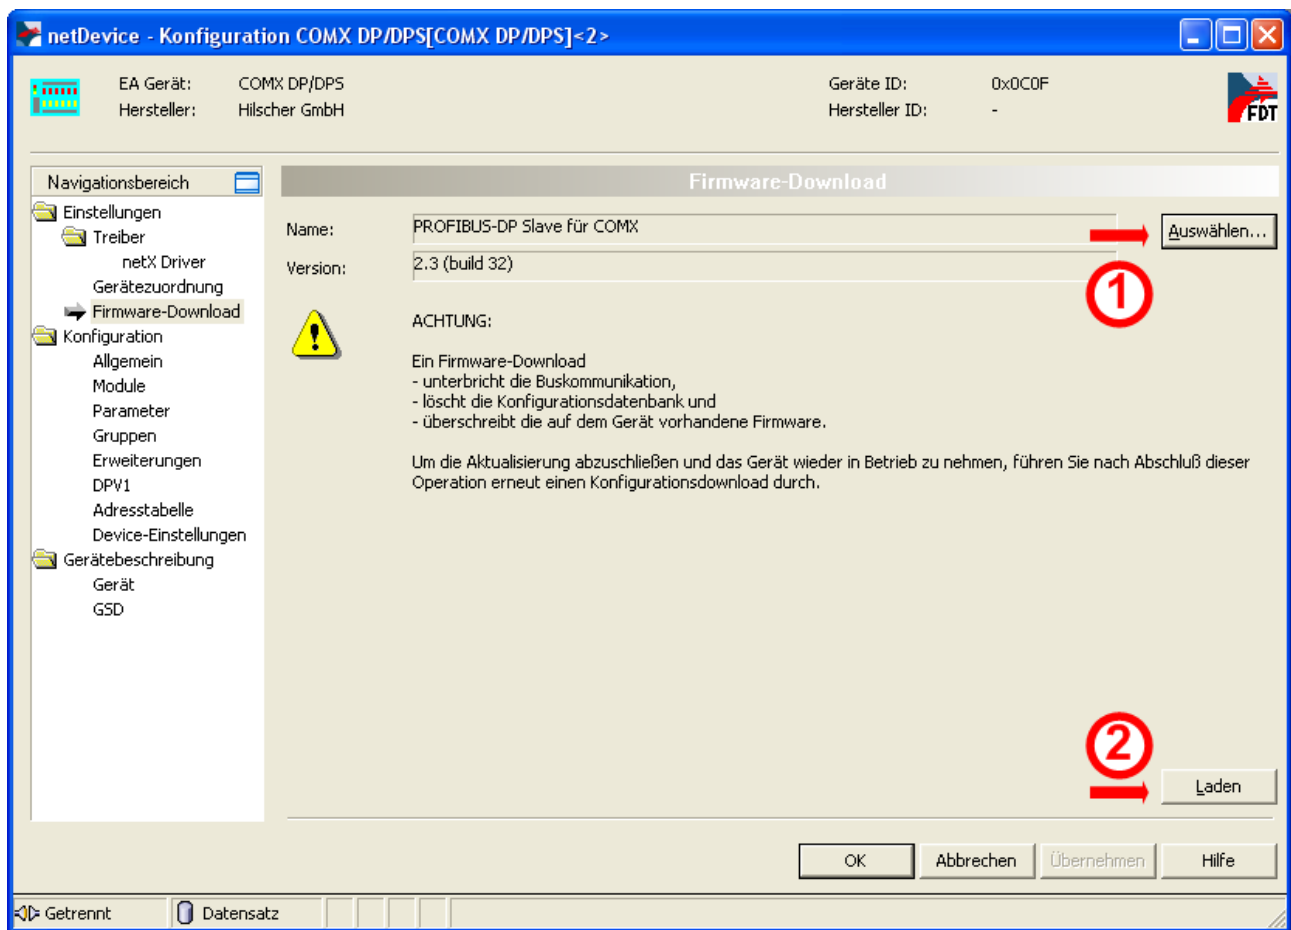

Abbildung 50: Firmware-Download mit SYCON.net (nach Auswahl der Firmware)
- Öffnen Sie mit der Schaltfläche „Auswählen“ (Abbildung 50: Firmware-Download mit SYCON.net (nach Auswahl der Firmware), siehe ① oben rechts) einen Dateiauswahldialog.
- Klicken Sie auf die Schaltfläche „Laden“, um den Firmware-Aktualisierungs-Prozess zu starten. (siehe Markierung ② in Abbildung 50: Firmware-Download mit SYCON.net (nach Auswahl der Firmware),)